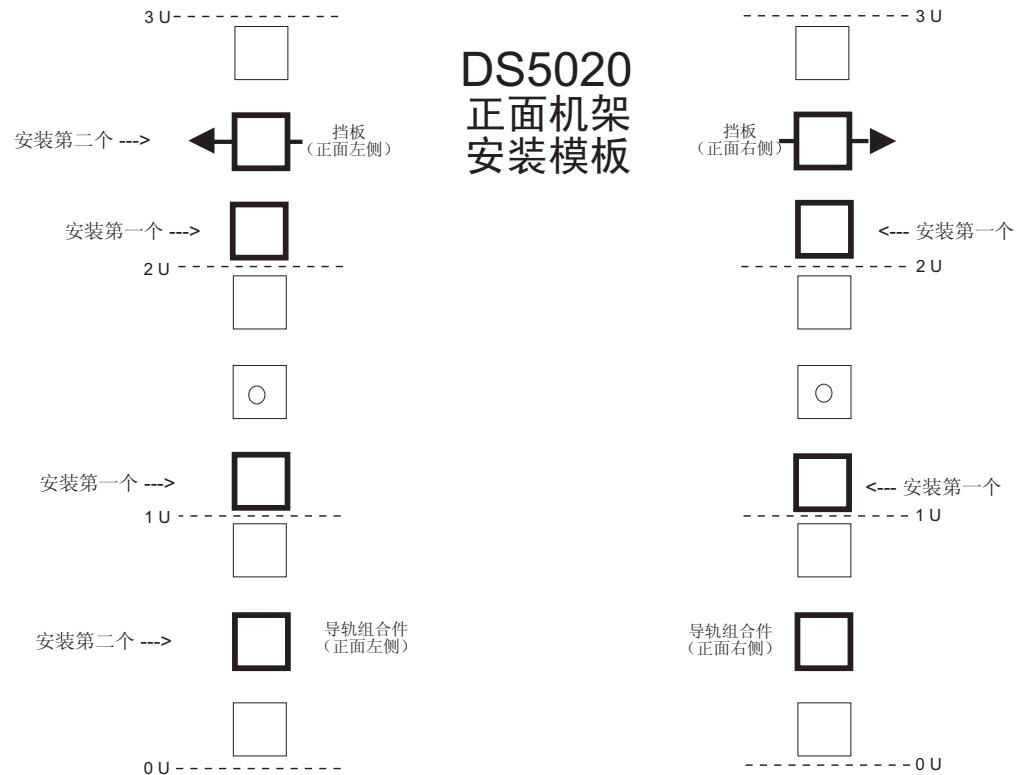
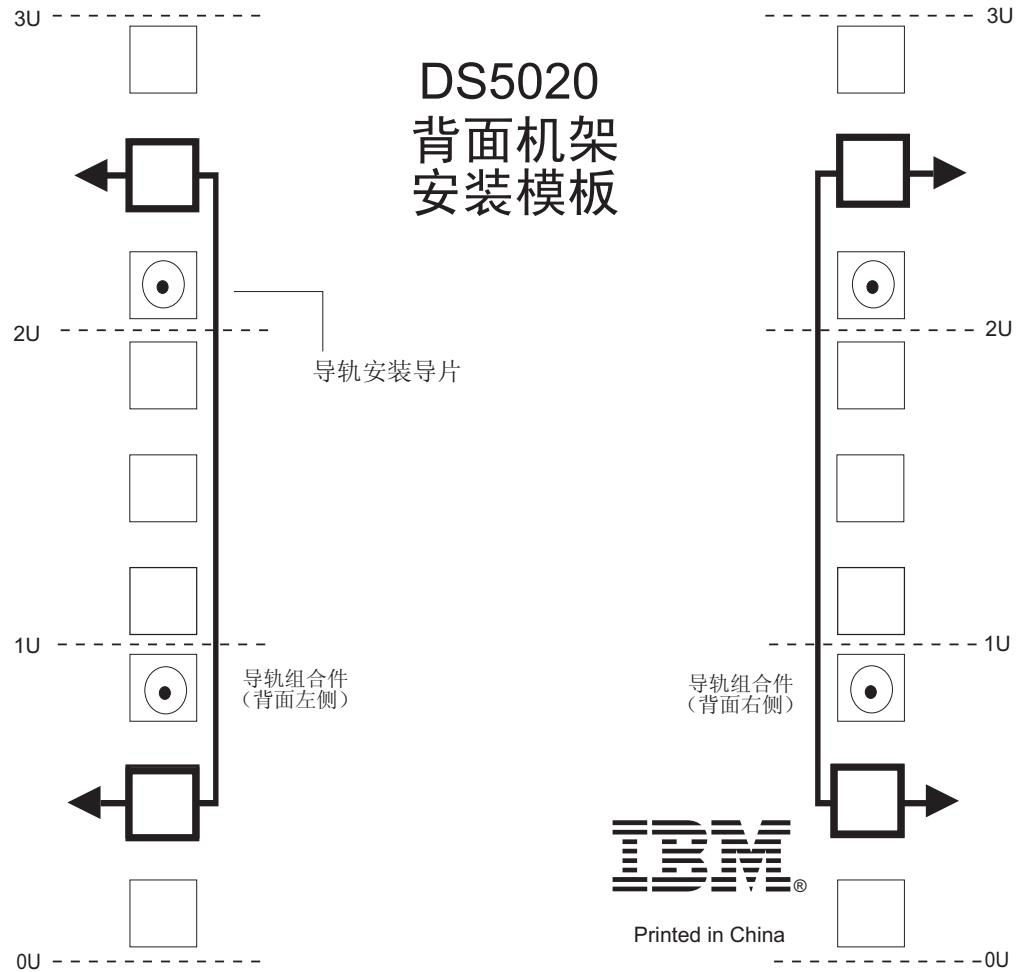

图 13. 前部机架安装模板
图 14. 后部机架安装模板
使用以下模板（第 31 页的图 13 和第 32 页的图 14）来确定将支撑导轨和 DS5020 存储子系统安装到机架式机箱时 M5 螺钉的正确插入位置。模板中突出显示了 M5 螺钉的位置。
要点: 在第 163 页的附录 B,『机架安装模板』中提供了机架安装模板的副本。如果您想要从本文档中撕下模板,请使用第 163 页的附录 B,『机架安装模板』中的副本。使用上述模板(第 31 页的图 13 和第 32 页的图 14)来确定将支撑导轨和 DS5020 存储子系统安装到机架式机箱时 M5 螺钉的正确插入位置。模板中突出显示了 M5 螺钉的位置。
- 导轨边缘与存储子系统的底部(第 32 页的图 14 中的 OU 边界)对齐。
- 注:** 确保安装在第 31 页的图 13 中标注为首先安装的螺钉。